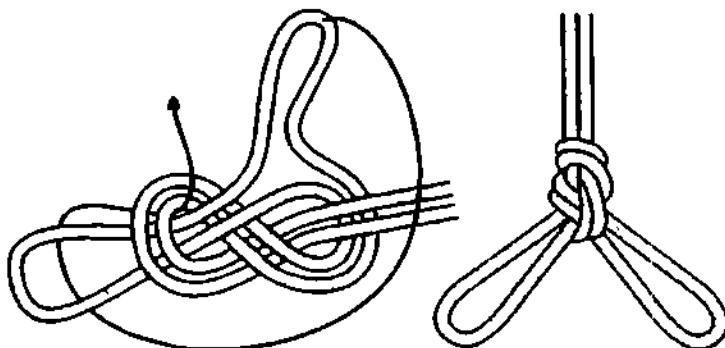

Рис. 453. Диаметральный проводник.
**Диаметральный проводник** вяжется из одинарной фланандской петли (рис. 453). **Диаметральный проводник** надёжный, легко вяжется, легко запоминается и легко развязывается.